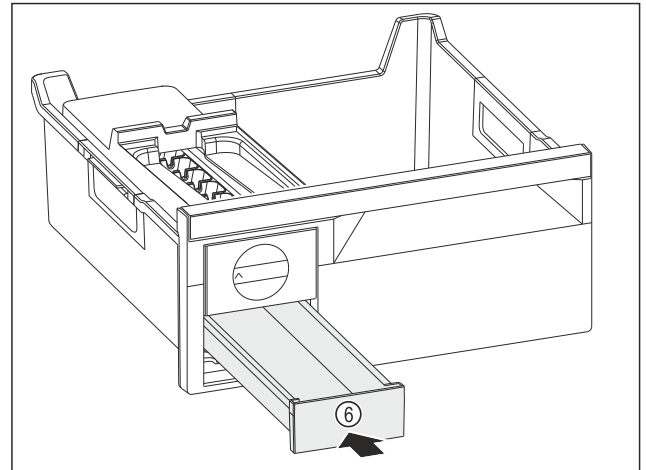

Fig. 135
- ▶ Ijsblokjesvak Fig. 135 (6) inschuiven.